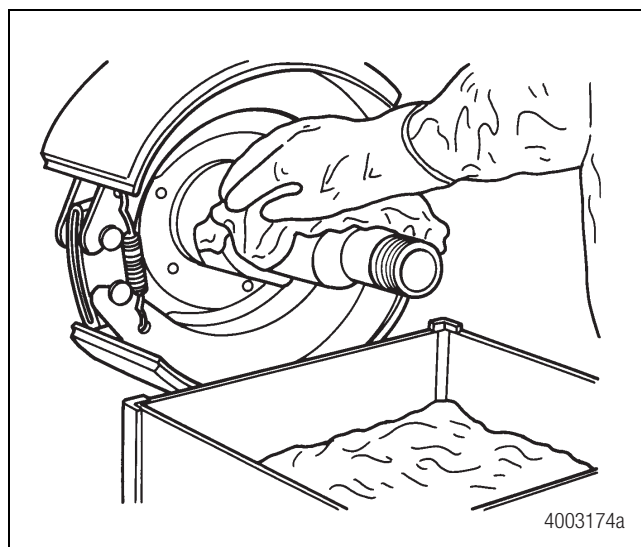

Figura 4.1
1. Con un limpiador con solventes limpie las piezas y superficies torneadas como, por ejemplo, las espigas de eje y los muñones del eje de levas. No use tanques para soluciones calientes con agua, vapor o soluciones alcalinas. Si lo hace ocasionará corrosión. Figura 4.1.